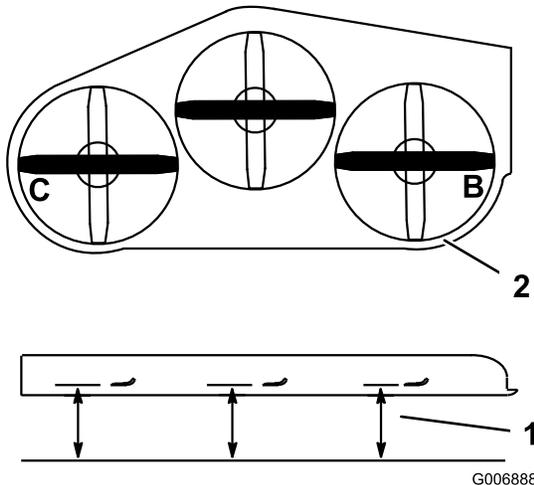

Figura 74
- Meça nas localizações **B** e **C** desde uma superfície nivelada até à aresta de corte das pontas das lâminas (Figura 74).